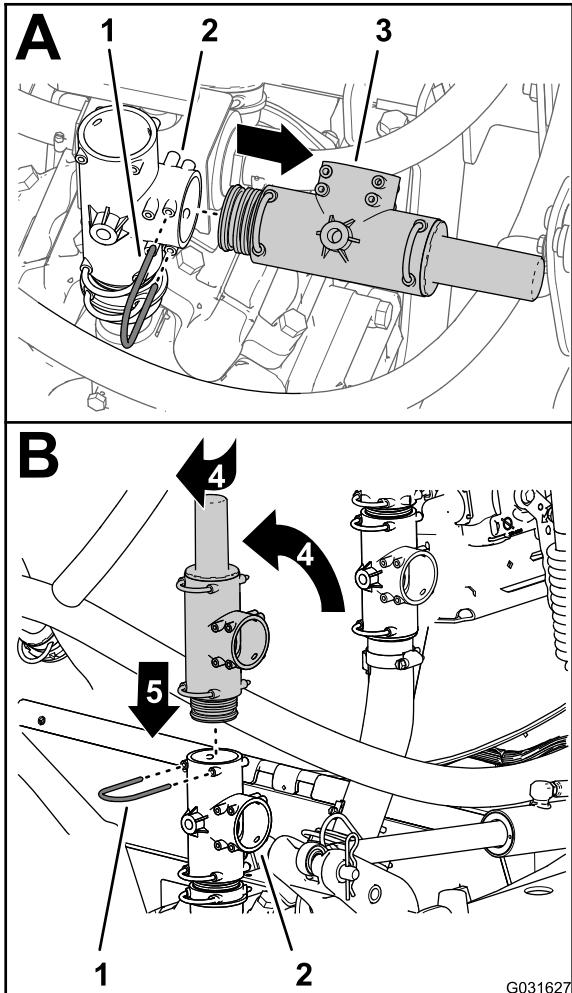

Bild 216
2. Nehmen Sie den Halter ab, mit dem das Druckentlastungsventil am T-Anschlussstück an der Sprühpumpe befestigt ist, und entfernen Sie dann das Ventil (Bild 216).
4. Drehen Sie das Druckentlastungsventil nach oben, wie in Bild 216 abgebildet.
5. Setzen Sie das Druckentlastungsventil in die Oberseite des T-Anschlussstückes ein, bis es fest sitzt (Bild 216).